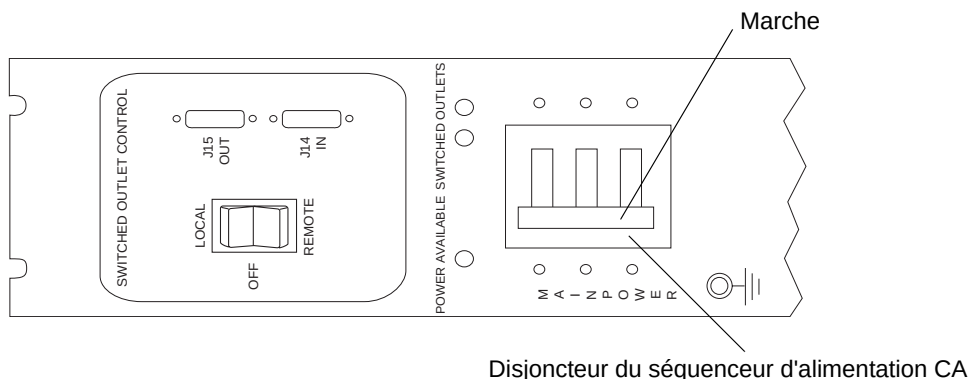

FIGURE B-11 Panneau de contrôle du séquenceur d'alimentation CA : Marche
8. Dans la partie inférieure à l'avant et à l'arrière du coffret de base, appuyez sur les disjoncteurs des séquenceurs d'alimentation CA pour les mettre en position Marche (voir FIGURE B-11).